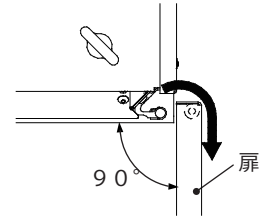

図 3 扉の外し方
- (3) 扉の開角度を約 90°に保持したまま、扉を蝶番から矢印の方向に外します。(図 3)